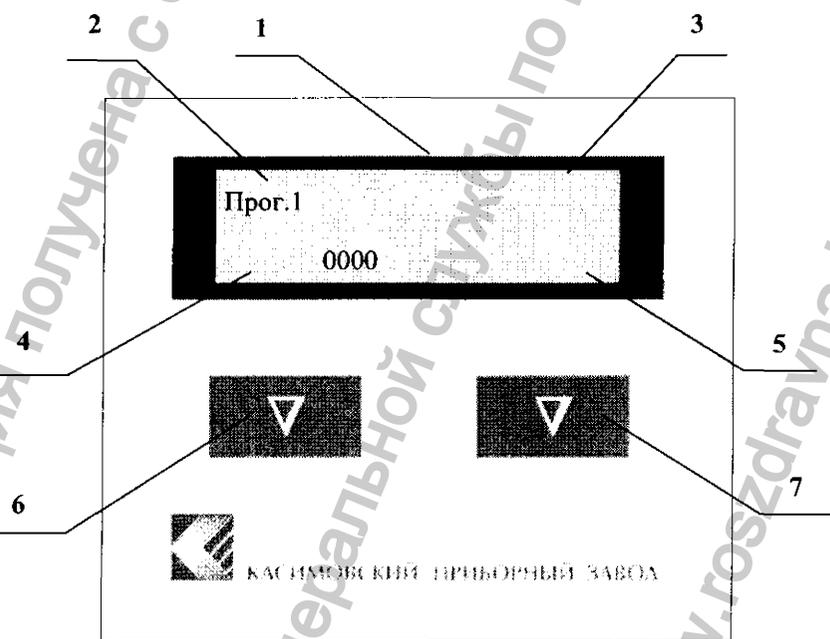

Рисунок 2 – Панель индикации и управления
1.4.6 На лицевой панели блока управления расположены панель индикации и управления (рисунок 2) аварийная кнопка "Сброс", манометр и сетевой выключатель. Дисплей предназначен для отображения всей необходимой визуальной информации пользователю:
Обозначение программы и количество проведенных циклов стерилизации отображается соответственно в левом и в правом углах верхней строки дисплея, в тот момент, когда не запущен режим стерилизации (см. рисунок 2).
2.3.1 Включите сетевой выключатель (см. рисунок 1), при этом включится подсветка дисплея и индицируется основное меню (см. рисунок 2). Включится насос и начнется процесс заливки воды в парогенератор. По окончании заливки насос выключится. В процессе заливки пуск стерилизатора заблокирован
Долейте воды в резервуар согласно п. 2.2.8. Стерилизатор готов к работе. Для запуска программы из основного меню (см. рисунок 2) нажмите кнопку ввода 7. При этом запускается последняя выбранная программа стерилизации (в данном случае – установленная заводом-изготовителем программа 1). При отработке программы на дисплее последовательно индицируются этапы программы стерилизации "Подготовка пара", "Продувка", "Вакууммирование", "Нагрев", "Стерилизация", "Выпуск пара", "Выравнивание". Программу стерилизации можно прервать на любом этапе нажатием кнопки "Сброс" блока управления, при этом на дисплее индицируется сообщение "Нажата кнопка STOP" и кнопки ввода блокируются. Возврат в исходное состояние осуществляется кратковременным нажатием кнопки "Сброс".